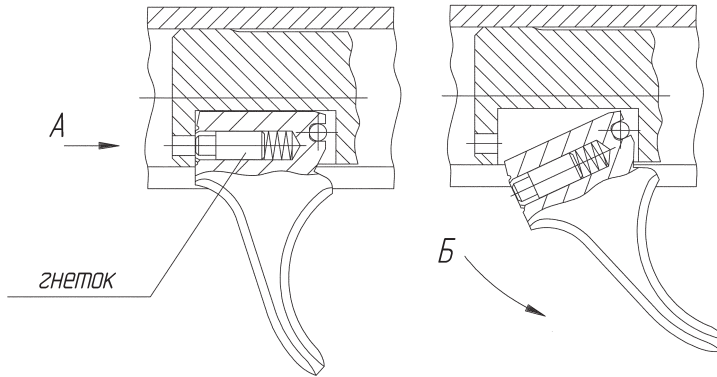

Рисунок 9 – Схема отделения рукоятки от затвора
- утопить гнеток в рукоятке 4 по стрелке А и, повернув рукоятку по стрелке Б, вынуть ее из затвора (рисунок 9);